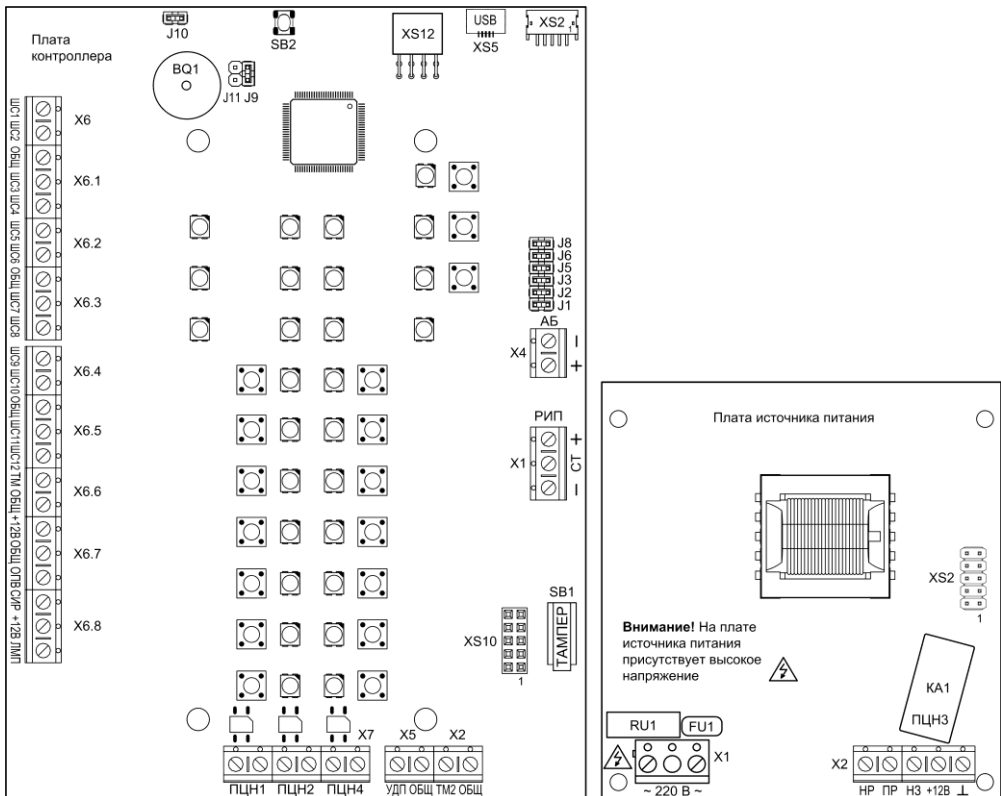

Рис.1 Внешний вид платы контроллера Гранит-12Л и платы источника питания
Прибор состоит из корпуса и съёмной крышки. В корпусе расположены плата контроллера, плата источника питания (рис.1), универсальный коммуникатор с антенной GSM. На плате контроллера установлена панель индикации и управления (рис.2).
3.1 На плате контроллера (рис.1) расположены следующие элементы:
3.3 На плате источника питания (рис.1) расположены следующие элементы: